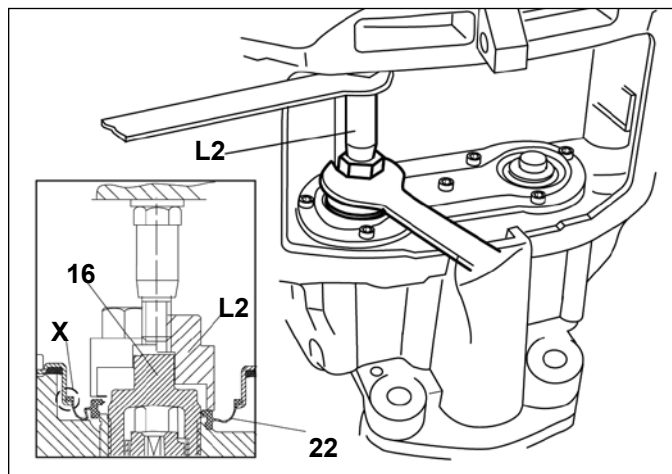

FIGURA 55 - INSTALACIÓN DEL SELLO INTERNO SIN LA MORDAZA PUESTA EN EL VEHÍCULO
5.5.13 Coloque el sello interior de repuesto (22) sobre el tubo roscado (16). Consulte las figuras 54 y 55 para ver las herramientas y configuración de instalación usadas. Coloque la herramienta de combinación L2 (T4 + T3 + T9) con el espaciador largo (T4) en su posición como se muestra en la figura 55 – comúnmente los tubos roscados deben retraerse parcialmente para permitir que la herramienta fije los sellos internos en su posición. Guíe la herramienta sobre el extremo del tubo roscado (16). Instale el nuevo sello interno (22) en su posición, girando la tuerca del ajustador en la porción T4 de la herramienta, usando una llave de boca.